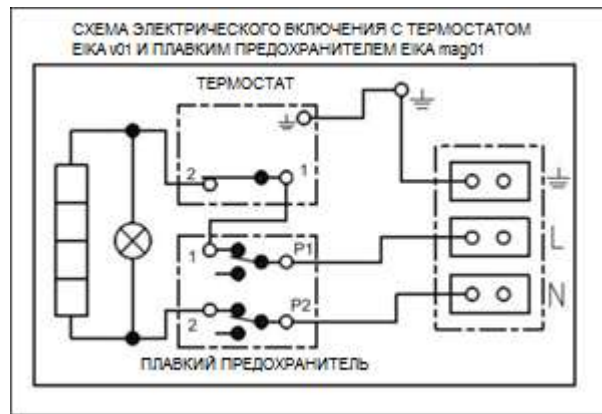

Рисунок 9
Подключение выполните согласно схеме. Подключение, выполненное на заводе, запрещено менять! (Рисунок 9). В крышке электропроводки снимите перегородку, соответствующую диаметру подводящего провода $\phi 8$ или $\phi 10$ (Рисунок 8). Степень защиты электрических компонентов водонагревателя - IP 44. Потребляемая мощность электрического нагревательного элемента – 2200 Вт.
- Схема эл. подключения прилагается к водонагревателю на крышке электропроводки (Рисунок 9).